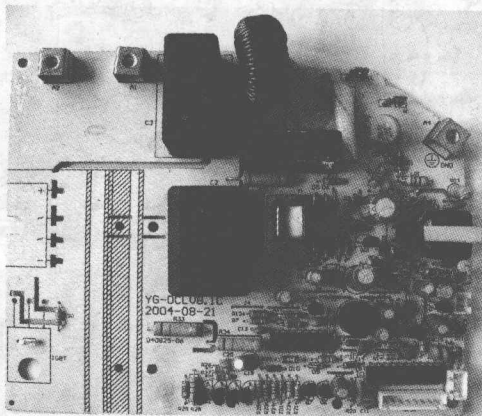
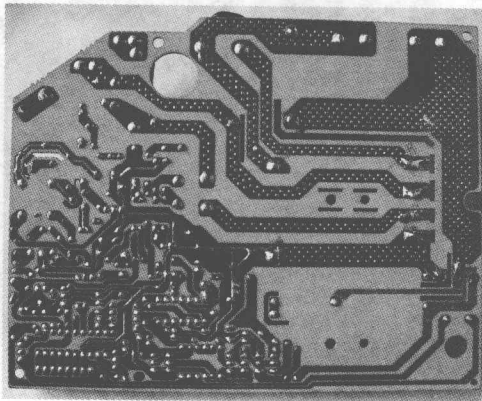
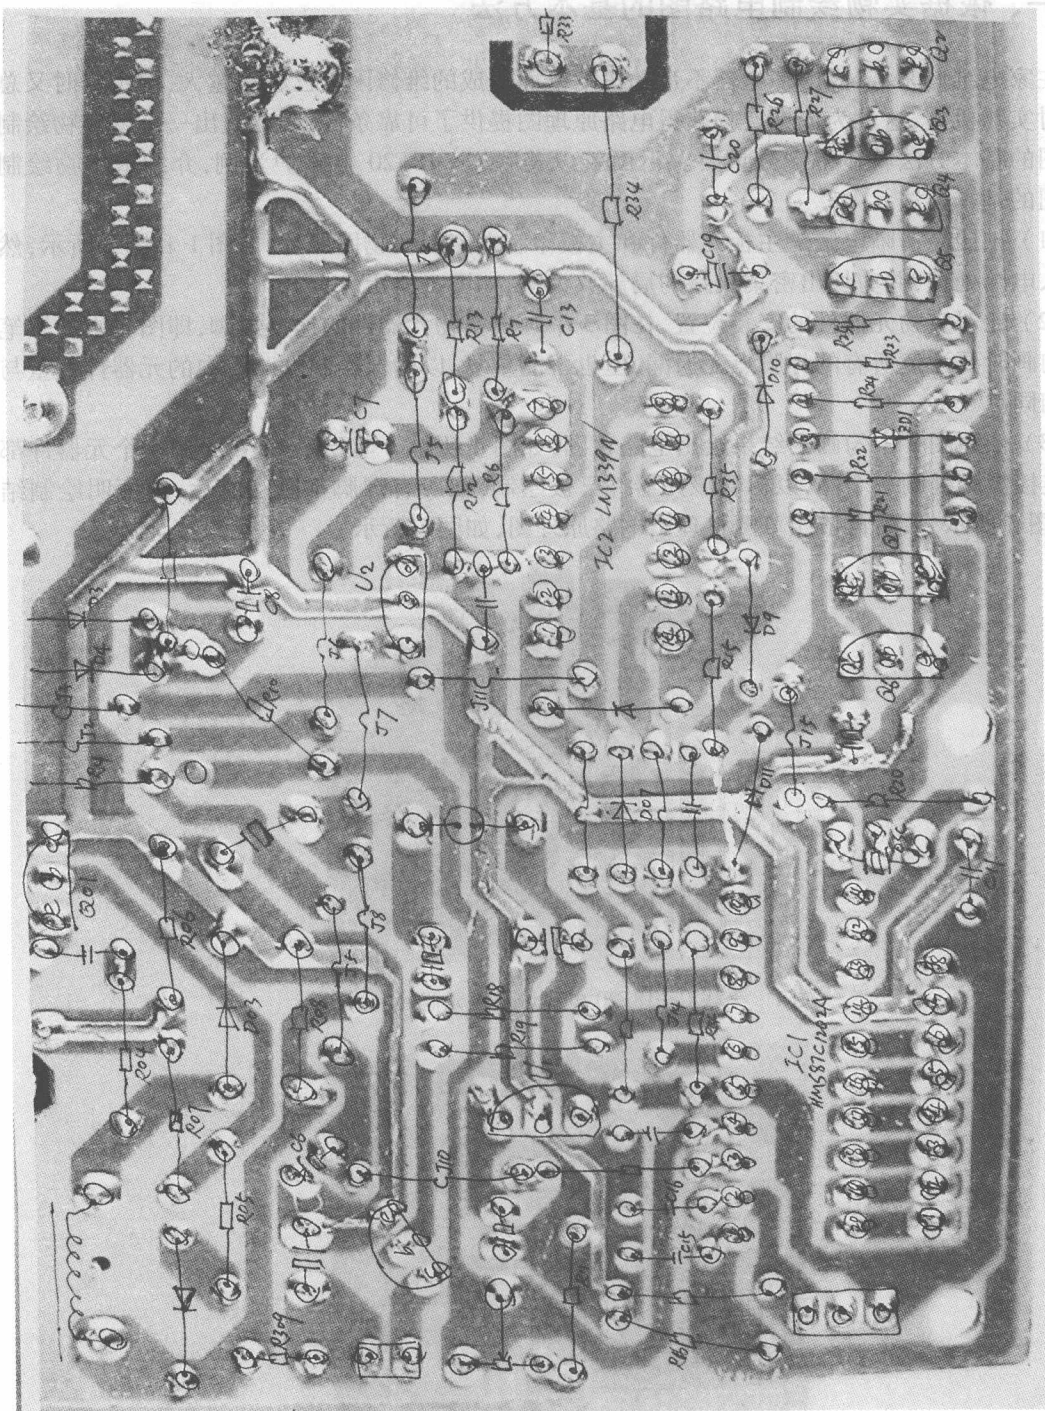
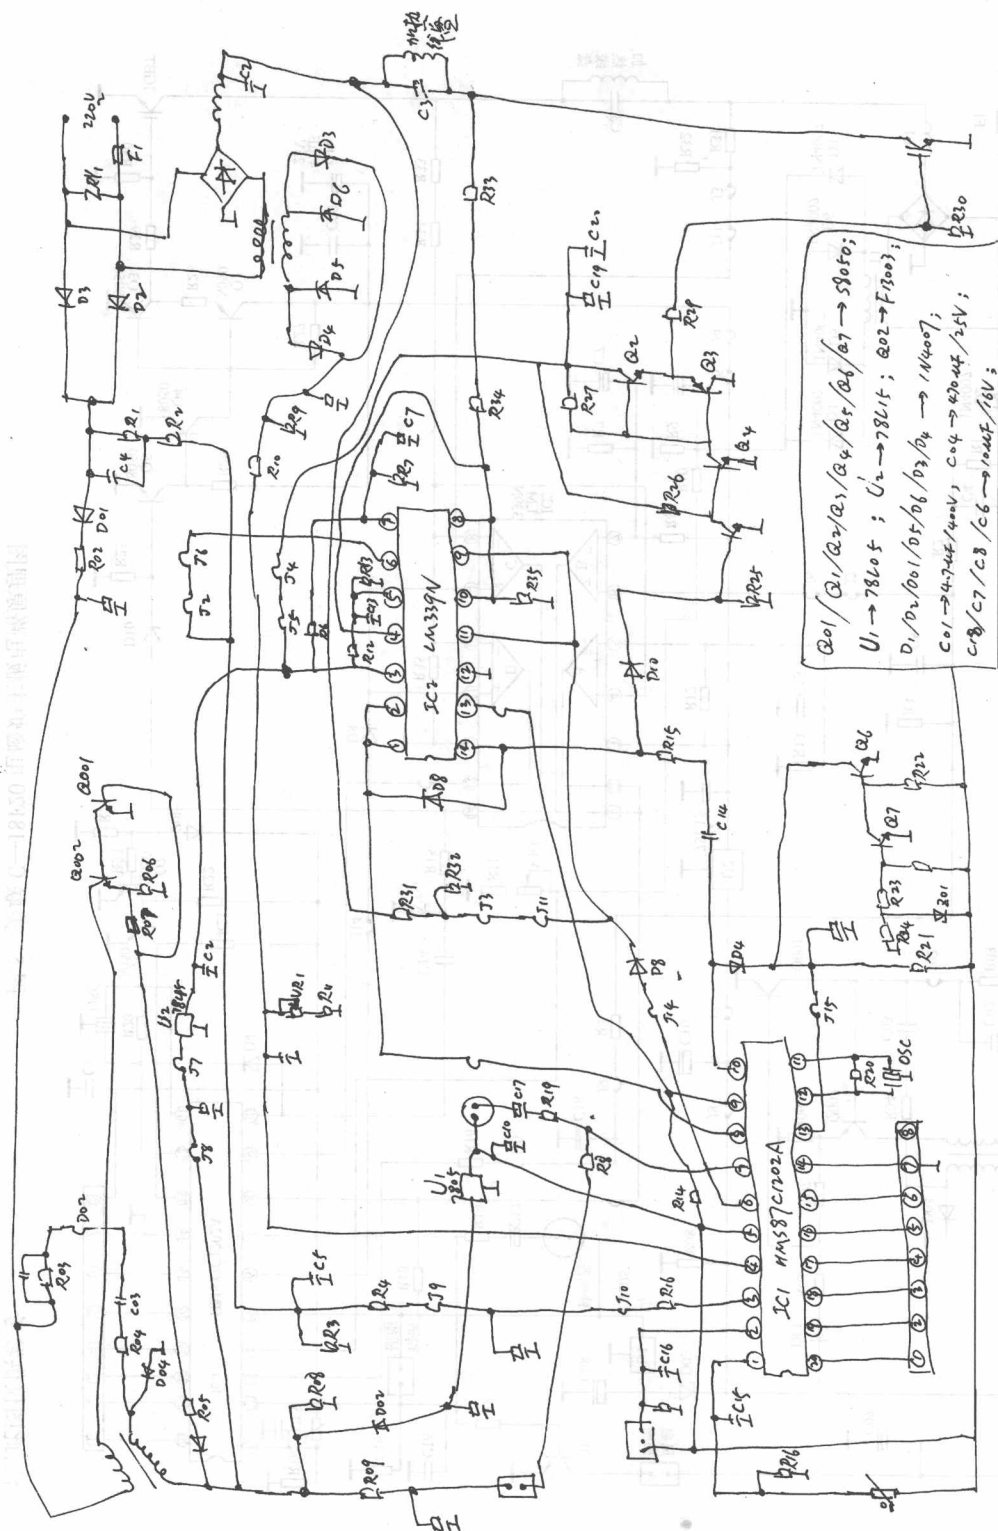

图 1 美联 C—18F20 电磁炉主板元器件实物图
图 2 美联 C—18F20 电磁炉主板印制电路板实物图
图 3 美联 C-18F20 电磁炉密集线路的局部放大图
图 4 美联 C-18F20 电磁炉主板电路草图
(1) 拍照高清晰电磁炉主板元器件和主板印制电路板实物图照片,如图 1 和图 2 所示,然后送入电脑处理,并剪切成密集线路的局部放大图,如图 3 所示。
(2) 比对实物元器件的安装位置,在图 3 中画出实物元器件的连接焊脚,即图 3 中的黑笔道。勾画时要注意所有的焊脚点无遗漏,但也不能重复,以确保绘制电路图时的元器件数量与实物相同。
(3) 依照图 3 中勾画的结果绘出电路草图,如图 4 所示。但要注意,每绘制一个元器件都要在连接焊脚处画一个圈,以标明该元器件已被绘制,在所有焊脚都画上圈后,即证明绘制结束,如图 3 所示,最后再依照草图整理出电路原理图,如图 5 所示。